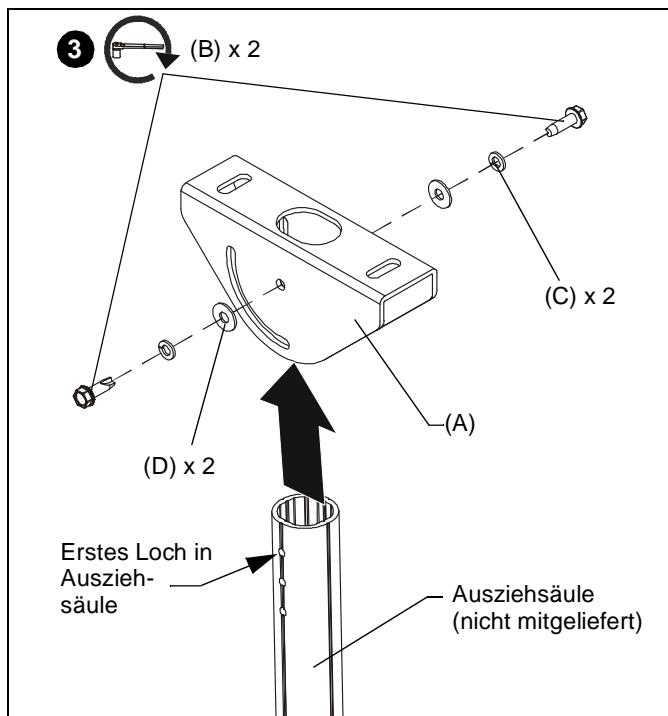

Abb. 3
- Befestigen Sie die Ausziehsäule (nicht mitgeliefert) locker am CPA395, indem Sie zwei selbstschneidende 5/16-18 x 1"-Sechskantschrauben (B) mit zwei 5/16"-Federscheiben (C) und zwei 5/16"-Unterlegscheiben (D) durch die Befestigungsbohrungen im CPA395 in die jeweils ersten Löcher auf beiden Seiten der Ausziehsäule schrauben. (Siehe Abb. 3)